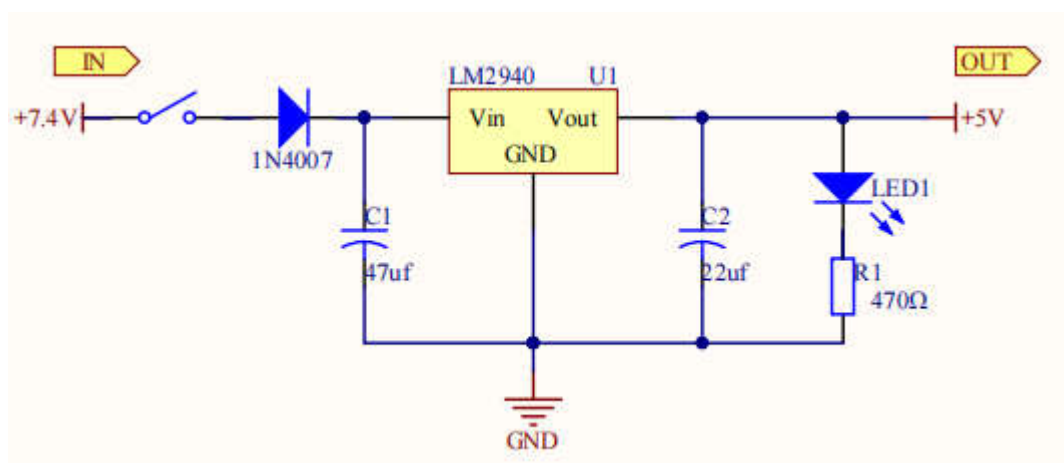

图 1.1 电源稳压电路原理图
- 2、按照图 1.1 在实验板上焊接电路。在图 1.1 中，IN 代表电池的输出(DC7.4V)，OUT 代表稳压电路的输出（DC5V）。